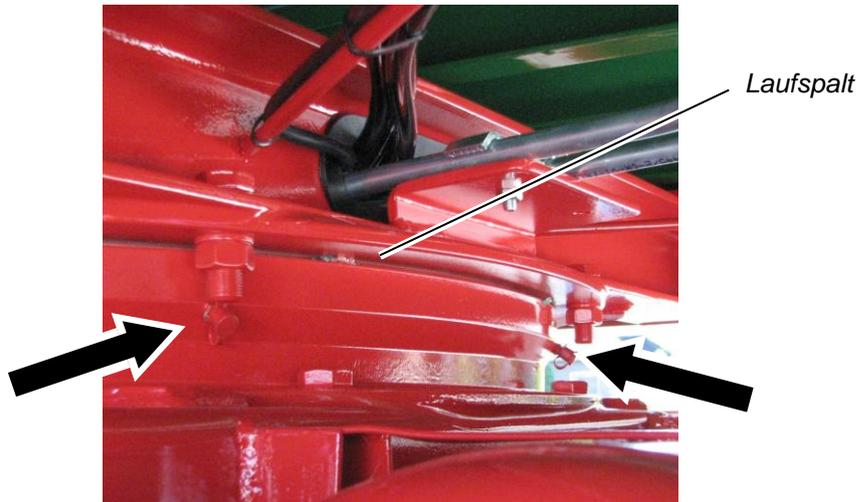

Abbildung 44: Schmiernippel am Lenkkranz
- ⇒ Bewegen Sie den Drehkranz und schmieren Sie alle Schmiernippel am Drehkranz so lange mit Fett, bis eine Fettwulst am Laufspalt austritt (siehe Abbildung 44).